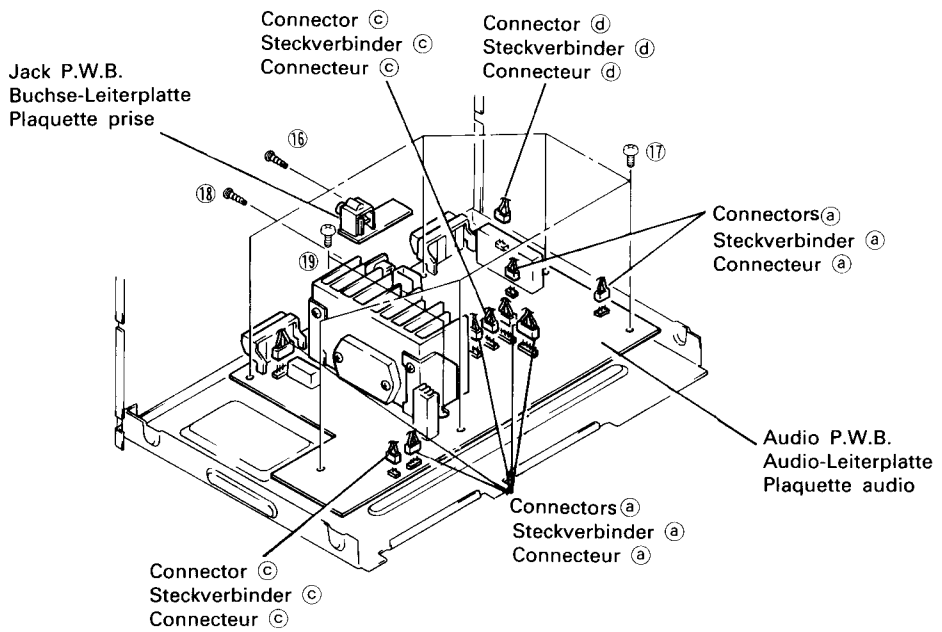

Fig. 9 Abb. 9
Remove two screws ④, three screws ⑤, one screw ⑥ and seven main P.W.B. connectors a. (Refer to Fig. 9 for connectors a.)
Remove two screws ⑩, two screws ⑪, five connectors b and two connectors c. Open in the direction of arrow B. Next, remove the REC level knob, two screws ⑫ and one tab. (Refer to Fig. 9 for connectors c.)
- Jack P.W.B. (Fig. 9)**
- Audio P.W.B. (Fig. 9)**
Anschließend die beiden Schrauben ④, die drei Schrauben ⑤ und Schraube ⑥ herausdrehen und die sieben Steckverbinder ⑦ der Haupt-Leiterplatte entfernen. (Steckverbinder ⑦ siehe Abb. 9.)
Die beiden Schrauben ⑩ und ⑪ herausdrehen und die fünf Steckverbinder ⑫ sowie die beiden Steckverbinder ⑬ abziehen. In Pfeilrichtung ⑭ öffnen. Danach den Drehknopf für Aufnahmepegel (REC) sowie die beiden Schrauben ⑮ und eine Klaue entfernen. (Steckverbinder ⑬ siehe Abb. 9.)
12. Buchse-Leiterplatte (Abb. 9)
13. Audio-Leiterplatte (Abb. 9)
Puis enlever deux vis ④, trois vis ⑤, une vis ⑥ et sept connecteurs de plaque principale ⑦. (Se référer à la Fig. 9 pour les connecteurs ⑦.)
Enlever deux vis ⑪, deux vis ⑫, cinq connecteurs ⑬ et deux connecteurs ⑭. Ouvrir dans la direction de la flèche ⑮. Puis, enlever le bouton de niveau d'enregistrement (REC), deux vis ⑯ et une attache. (Se référer à la Fig. 9 pour les connecteurs ⑬.)
12. Plaque prise (Fig. 9)
13. Plaque audio (Fig. 9)